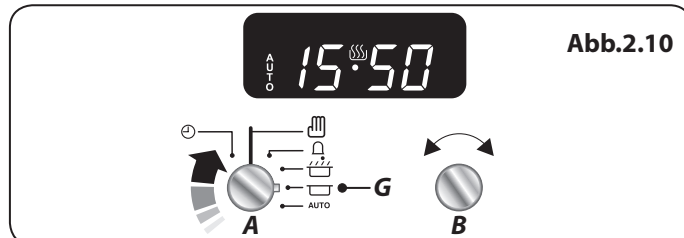

Abb.2.10
2. Stellen Sie den Timer-Knopf (A) auf die Ausschaltzeit (G) (**Abb.2.10**). Das Display zeigt nun die aktuelle Uhrzeit sowie die „Garzeit“ an, die Sie soeben eingestellt haben.